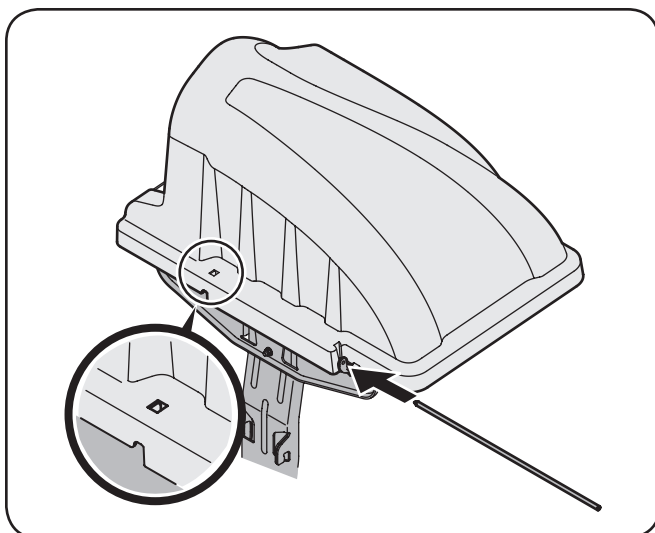
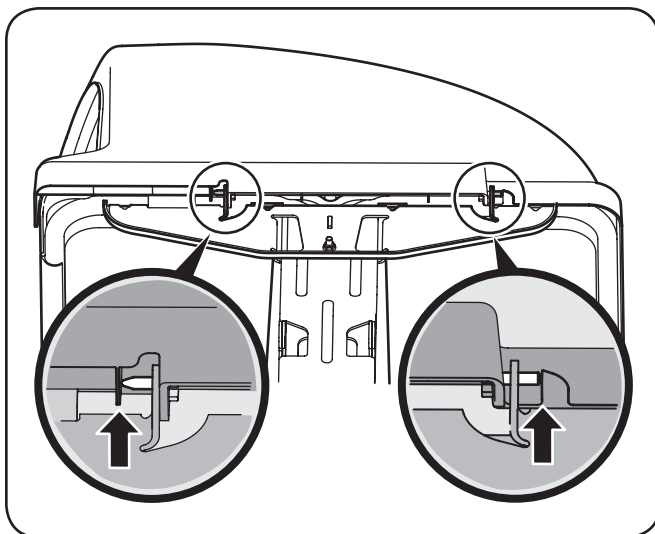

Figure 4-14
Figure 4-15
6. Glissez la goupille de charnière dans le trou situé sur la languette de montage, comme illustrée à la Figure 4-14. Servez-vous de la fenêtre de découpe (consultez le médaillon de la Figure 4-14) pour aligner la goupille de charnière de l'autre côté et pousser la goupille jusqu'au fond jusqu'à ce qu'elle atteigne la butée d'extrémité. En ce moment la goupille s'enclenche bien en place et est sécurisée à l'aide de la languette qui se trouve dans le couvercle du dispositif d'ensachage. Consultez la Figure 4-15..